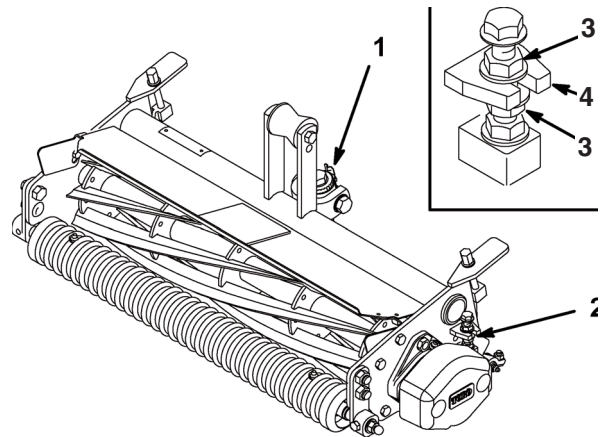

Bild 2
2. Sicherstellen, daß der Kontakt abgenommen wird, in dem das Untermessereinstellrad im Gegenuhrzeigersinn gedreht wird (Bild 2).
5. Drehen Sie die Bundmuttern (Bild 2, Ausschnitt) oben und unten an der Rahmennase im oder gegen den Uhrzeigersinn, um die Pritschenhalterung ggf. anzuheben oder abzusenken. Lockern Sie nicht die untere Bundmutter. Ziehen Sie die